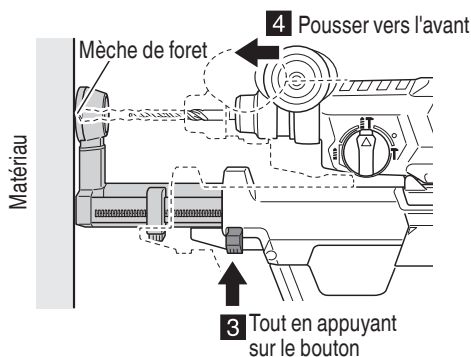

Fig. 12
- (3) Tout en appuyant sur le bouton de réglage de la buse dans le sens de la flèche, presser sur l'outil vers le matériau, ce qui permet à la position de la buse de baisser jusqu'à ce qu'elle atteigne la position où le foret entre en contact avec le matériau. (Fig. 12)